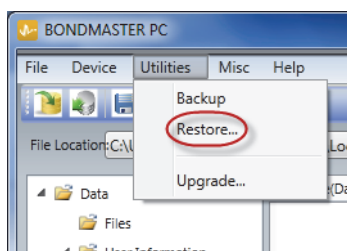

Рис. 7-28 Команда Restore (Восстановление данных)
2. В меню **Utilities** программного обеспечения BondMaster PC выберите **Restore** [Восстановить] (см. Рис. 7-28 на стр. 225).